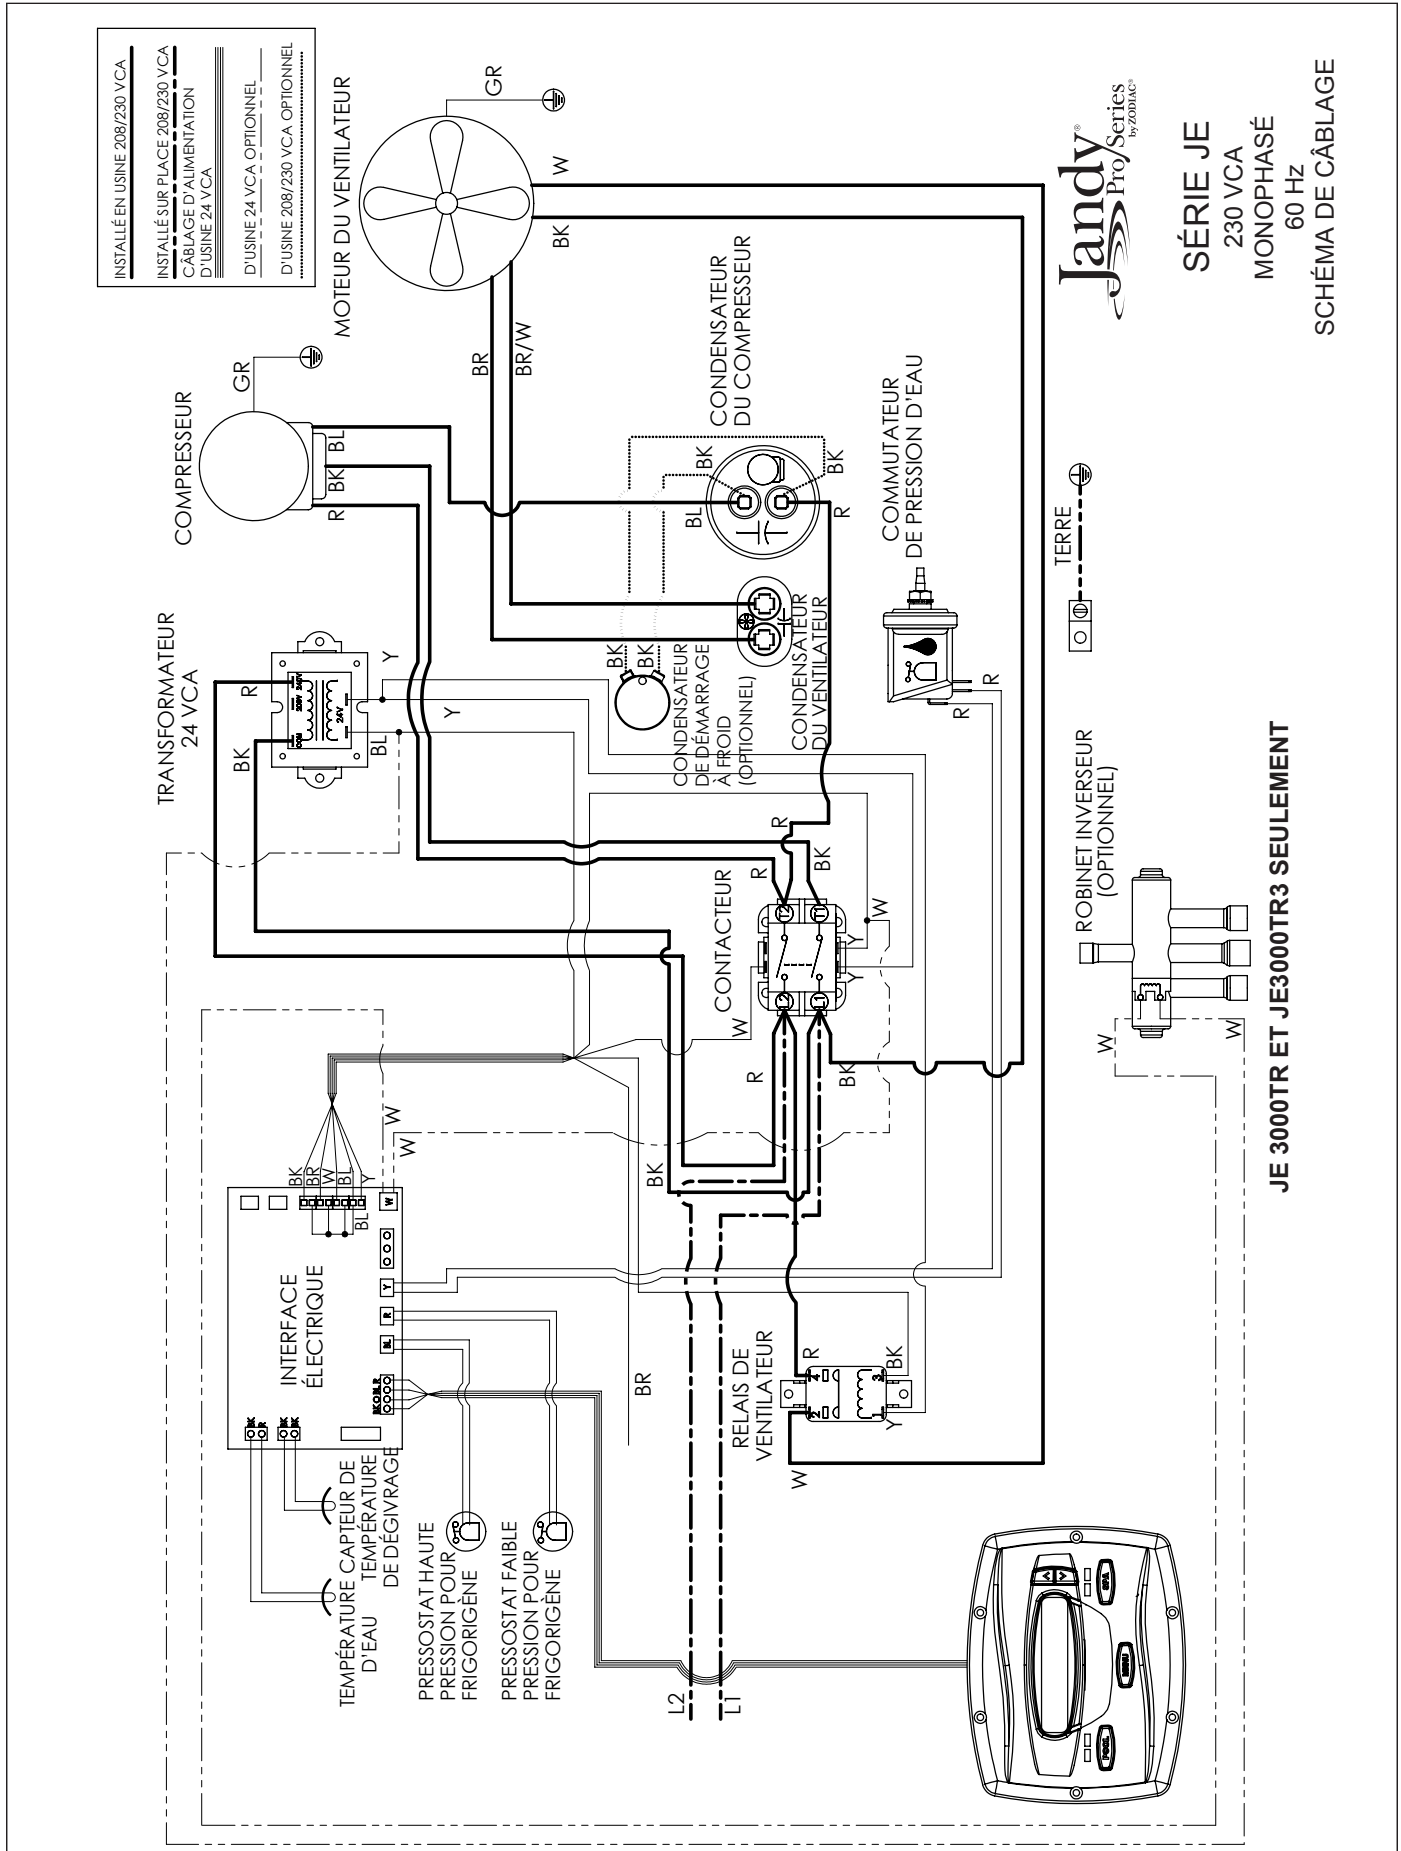

Figure 8. Diagramme de câblage électrique monophasé pour JE
Les raccordements de câblage doivent être faits exactement comme illustrés dans le schéma de principe qui se trouve à l'intérieur du compartiment d'accès à la thermopompe (voir Figure 8 pour un câblage électrique à phase simple et Figure 9 pour le câblage électrique triphasé). La thermopompe doit inclure les moyens de mise à la terre et de connecter. Il y a une cosse de connexion sur le côté droit de la thermopompe où un câble de connexion doit être fixé.
5. Connecter les câbles aux bornes du principal contacteur tel qu'illustré dans le schéma de principe. Référez-vous aux Figures 8 et 9.